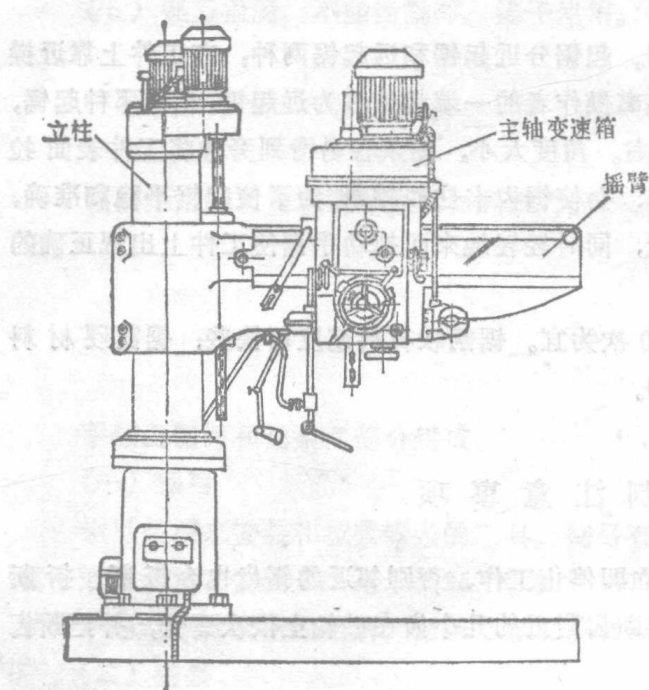

图 1-14 摇臂钻床
3. 摇臂钻床 摇臂钻床（图 1-14）的主轴变速箱能在摇臂上作大范围的移动，而摇臂既能沿立柱上下移动，又能绕立柱回转 360° ，所以摇臂钻床能在很大的范围内进行孔的加工。